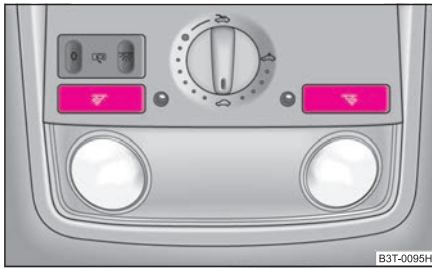
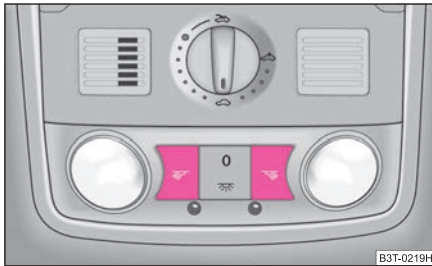

Abb. 50 Ausschnitt des Dachhimmels: Leseleuchten vorn
Abb. 51 Ausschnitt des Dachhimmels: Leseleuchten vorn mit integrierter Innenraumüberwachung
- Die Leseleuchte rechts bzw. links schalten Sie ein bzw. aus, indem Sie den Schalter  ⇒ Abb. 50 oder ⇒ Abb. 51 drücken. ■